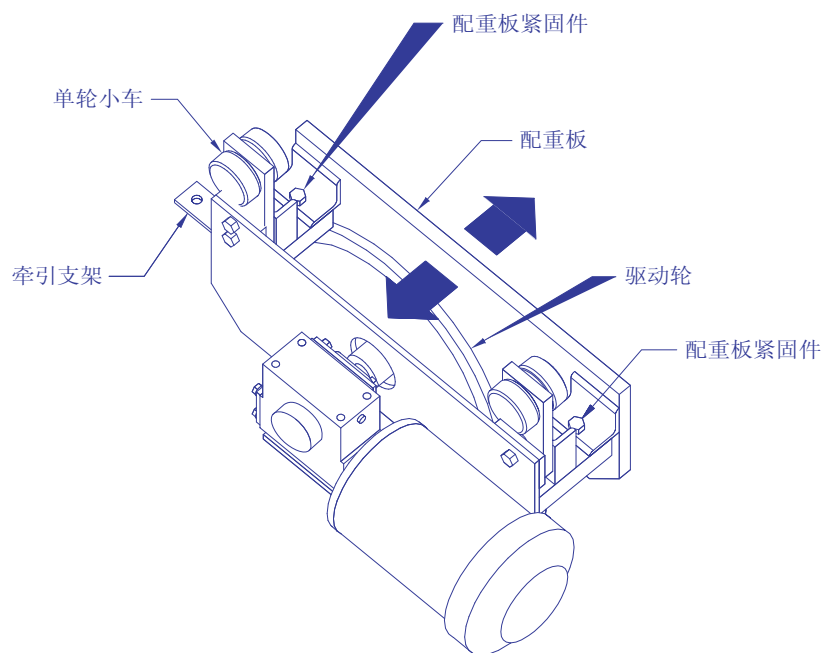

图2.安装并调平驱动
- 3.3 如图2所示松开配重板紧固件，调平时，小心托着配重板。